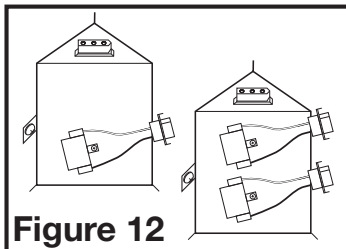

Figure 12
REMARQUE : Si la bride de montage est installée sur le boîtier du ventilateur, enlevez les deux vis qui relient la bride de montage du plafond au boîtier et mettez de côté (Figure 12).
- MODÈLES STANDARDS :** branchez les câbles à 2 broches du ventilateur et les câbles à 3 broches de connexion rapide du moteur dans la prise correspondante située sur le couvercle du compartiment de fil. Ces câbles ne s'adaptent que dans un sens dans les réceptacles (Figure 12).